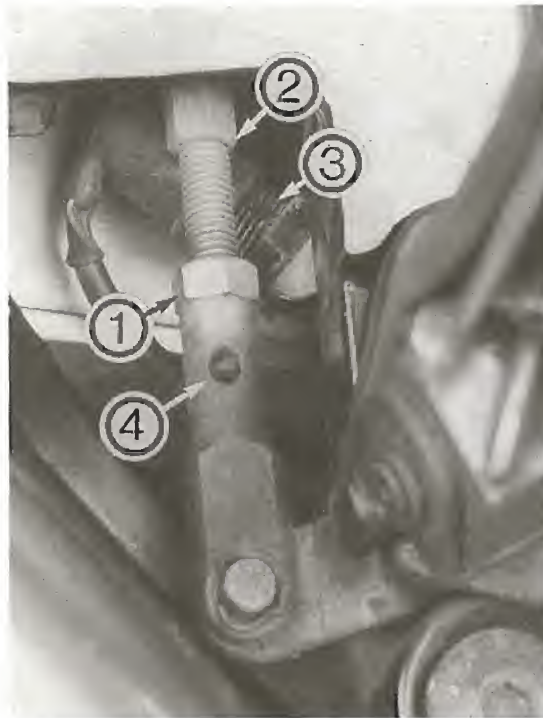

Bild 41
- Pedalhöhe nach Lockern der Gegenmutter ① Bild 41 und Drehen der Einstellspindel ② einstellen.
- ⚠ Einstellspindel muss nach Einstellung in Kontrollbohrung ④ Bild 41 noch sichtbar sein.
- Zur Einstellung Schaltergehäuse ③ Bild 41 festhalten und Mutter ein- oder ausdrehen.